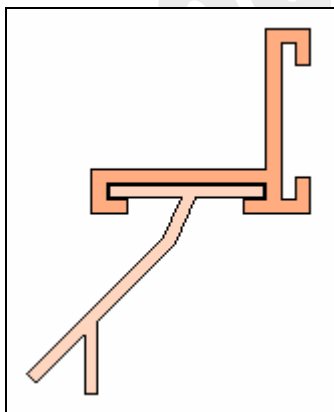

Fig. 1
- orientées vers l'intérieur si l'emplacement du cadre a été réservé (Fig. 1)
- with internal direction if the frame place is previous (Fig. 1)